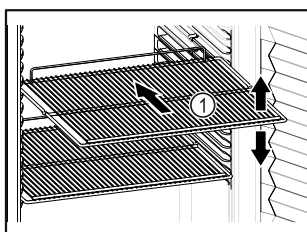

Fig. 70 Príklad zobrazenia
- Ak sa dajú odkladacie rošty Fig. 70 (1) premiestniť, prispôbte výšku.